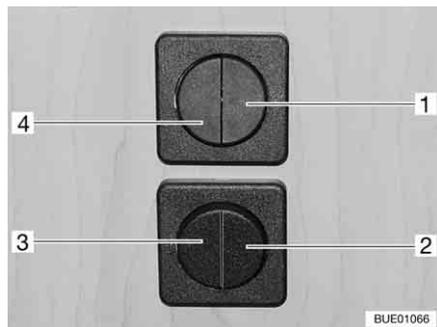

Fig. 51 Interruptores de luz
- Iluminación del grupo de asientos (Fig. 51,1)
- Iluminación de la entrada (Fig. 51,2)
- Iluminación del toldo (Fig. 51,3)
- Iluminación del habitáculo (Fig. 51,4)